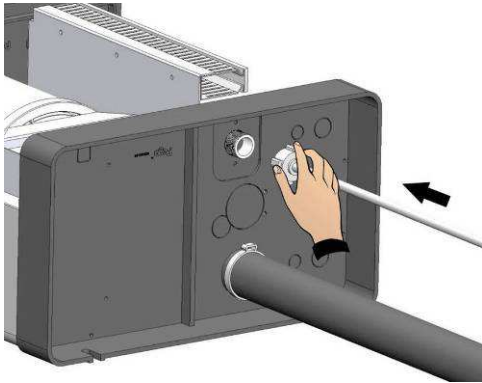

Fig. 11
7. Raccorder la conduite d'arrivée d'eau au raccord $\frac{3}{4}$ gaz de l'électrovanne située sous l'humidificateur (figures 11 et 12).